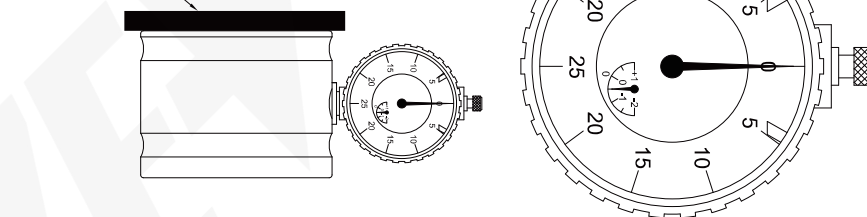

Fig.1
- Pressione a superfície de ajuste do zero para nivelar a superfície da bigorna e a superfície de referência, o indicador de dial mostra que o ponteiro longo aponta para 0 e o ponteiro curto aponta para -0,5 (Fig. 1)